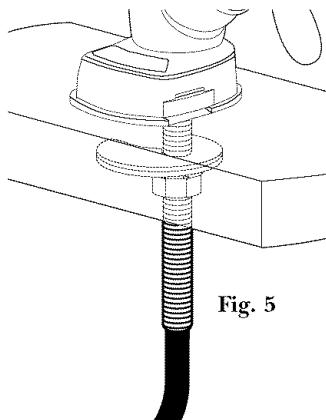

Fig. 5
2. Remove the faucet with pre-installed tubing, thin o-ring (D), faucet base (E), bottom base gasket (F), lock washer (G), hex nut (H) and mounting bracket (I) from the packaging.
3. Feed tubing connected to the faucet through the thin o-ring (D), faucet base (E), bottom base gasket (F), lock washer (G) and hex nut (H).
4. Thread the hex nut (H) up the stem of the faucet until the height between the bottom of the base gasket (F) and top of the lock washer (G) is slightly larger than the thickness of the mounting surface (J).
5. Lower the faucet assembly into place in the mounting hole and orient to final position. Place the mounting bracket (I) above the lock washer (G) around the faucet stem (Fig. 5). While holding the mounting bracket in place, securely tighten the hex nut.
2. Enlevez le robinet avec le tuyau pré-installé, la rondelle mince (D), la base de robinet (E), le joint de la base du bas (F), la rondelle de blocage (G), l'écrou hexagonal (H) et le support de montage (I) de l'emballage.
3. Faites passer le tuyau relié au robinet par la rondelle mince (D), la base de robinet (E), le joint de la base du bas (F), la rondelle de blocage (G) et l'écrou hexagonal (H).
4. Vissez l'écrou hexagonal (H) sur la tige du robinet jusqu'à ce que la hauteur entre le bas du joint de la base (F) et le haut de la rondelle de blocage (G) soit plus grande que l'épaisseur de la surface de montage (J).
5. Abaissez l'ensemble de robinet en place dans le trou de montage et orientez en position finale. Placez le support de montage (I) au dessus de la rondelle de blocage (G), autour de la tige de robinet (Fig. 5). En tenant le support de montage en place, serrez fort l'écrou hexagonal.